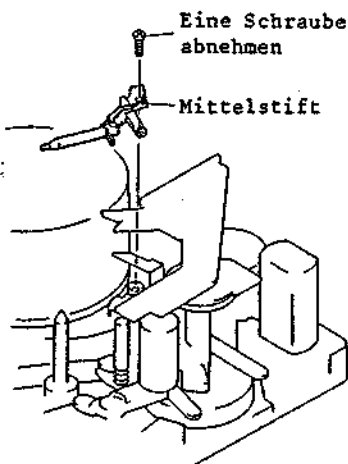

Abb. 2-84 Ausbau des Mittelstiftes
3. Eine (1) Befestigungsschraube des Mittelstiftes lösen (siehe Abb. 2-84).